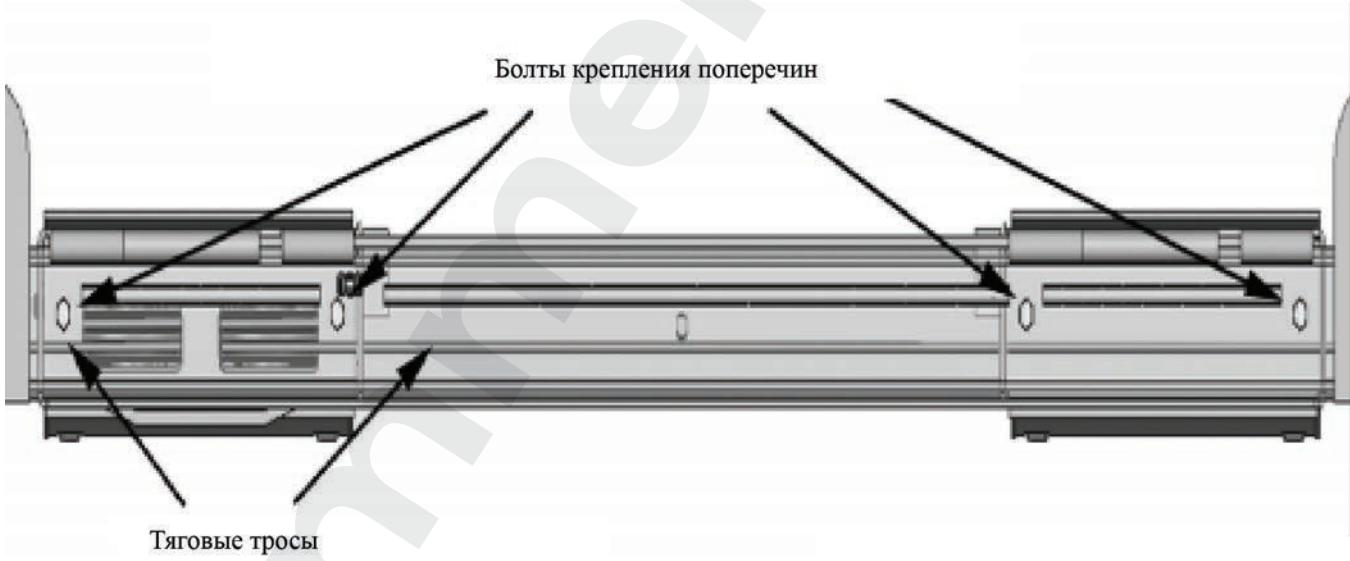

Рис. 8.2
- Пропустите резьбовые концы тросов через концы каждой поперечины. При прокладке тросов, будьте внимательны, убедитесь, что они проходят под болтами крепления поперечин (см. рис. 8.2).